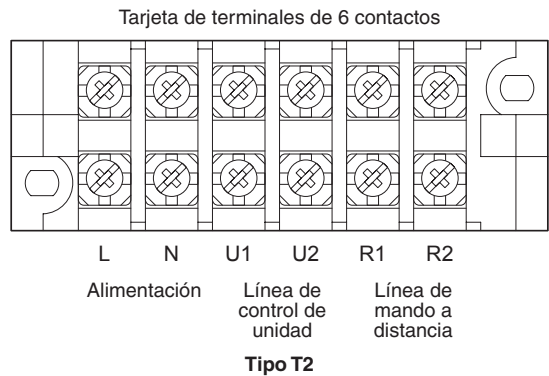

Fig. 4-2
- (1) Consulte la sección 4-2. "Longitud y diámetro de cables recomendados para el sistema de alimentación" para la explicación de "B", "C", "D" y "E" en el diagrama anterior.
- (2) El diagrama de conexiones básicas de la unidad interior muestra las tarjetas de terminales, por lo que las tarjetas de terminales de su equipo pueden ser distintas de la ilustrada. (Fig. 4-2)
- (3) Deberá ajustarse la dirección del circuito refrigerante (R.C.) antes de conectar la alimentación.
- (4) El establecimiento automático de direcciones se puede ejecutar con el mando a distancia de forma automática. Consulte las instrucciones de instalación suministradas con el mando a distancia (opcional).